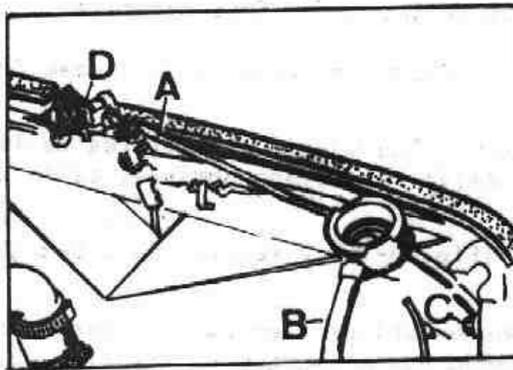

Fig. Q-12 Desmontaje del radiador y coraza
- 3.5. Soltar del cierre, D (Fig. Q-12), del capó, el cable, A, de accionamiento.
- 3.6. Soltar el tubo rebosadero, B (Fig. Q-12) de la boca de llenado del radiador.
- 3.8. Extraer los cuatro tornillos, C (Fig. Q-12) que en cada costado sujetan la calandra a las aletas. De estos cuatro tornillos, el superior y el inferior son pasantes y los dos centrales se roscan a tuercas fijas.